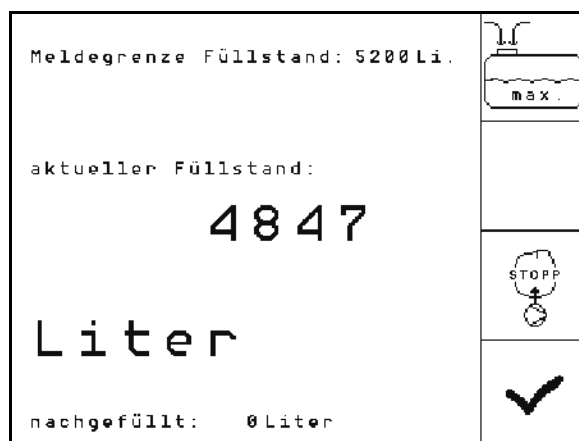

Fig. 87
1.  Μενού Εμφάνισης πλήρωσης (Fig. 87).